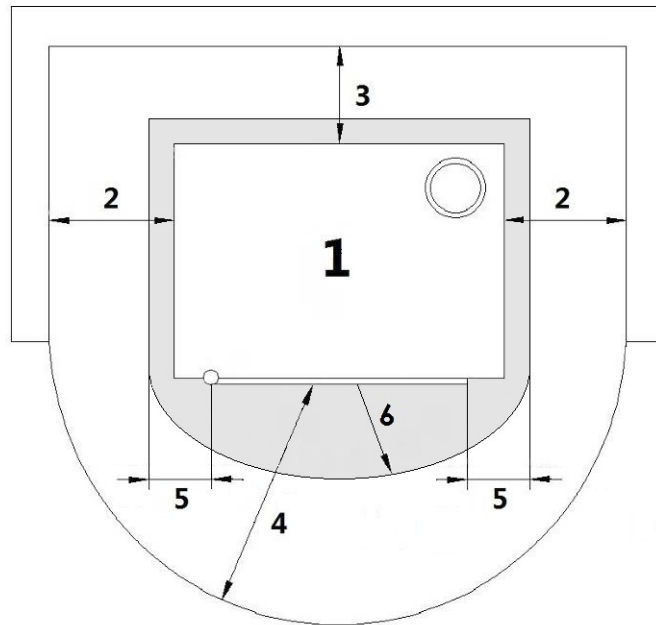

Fig. 13 - Instalação gerais
LEGENDA Fig. 13 pág. 33
- É obrigatório instalar a estufa afastada de eventuais paredes e/ou móveis, com uma circulação de ar mínima de 350 mm nos lados, de 400 mm na parte traseira, para permitir uma eficaz refrigeração do aparelho e uma boa distribuição do calor no local (ver **Fig. 13 pág. 33**).
- Para as normas de segurança anti-incêndio devem-se respeitar as distâncias de objetos inflamáveis ou sensíveis ao calor (sofás, móveis, revestimento em madeira, etc.) como indicado em **Fig. 13 pág. 33**.
- Se as paredes são em material inflamável, verificar a distância de segurança (ver **Fig. 13 pág. 33**).